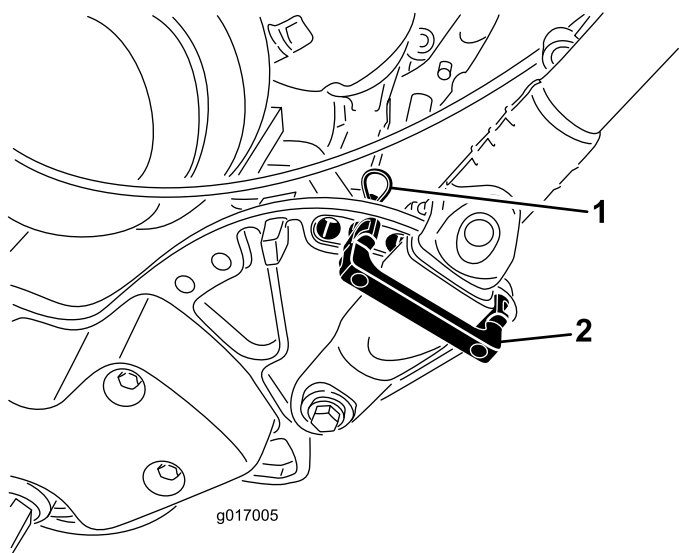

Рисунок 6
1. Удерживая ручку, снимите кабельные хомуты, которые крепят зажимы ручки к боковым пластинам (Рисунок 6).
2. Поверните ручку в требуемое рабочее положение, вставьте фиксатор ручки выше зажима ручки в ответные отверстия в боковой пластине (Рисунок 6).
3. Закрепите зажим с помощью игольчатого шплинта (Рисунок 6).